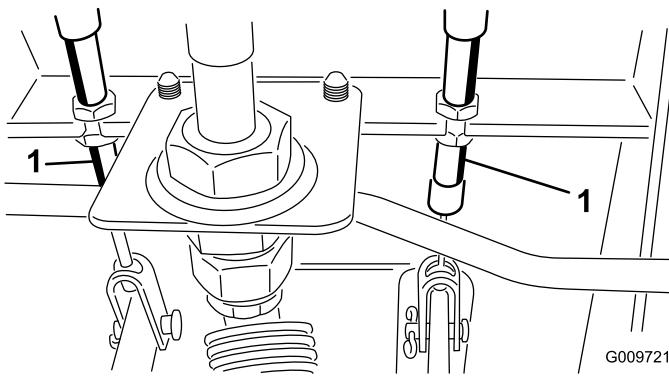

Figura 52
- A. Allentate il dado anteriore sull'estremità filettata del cavo del freno (Figura 52).